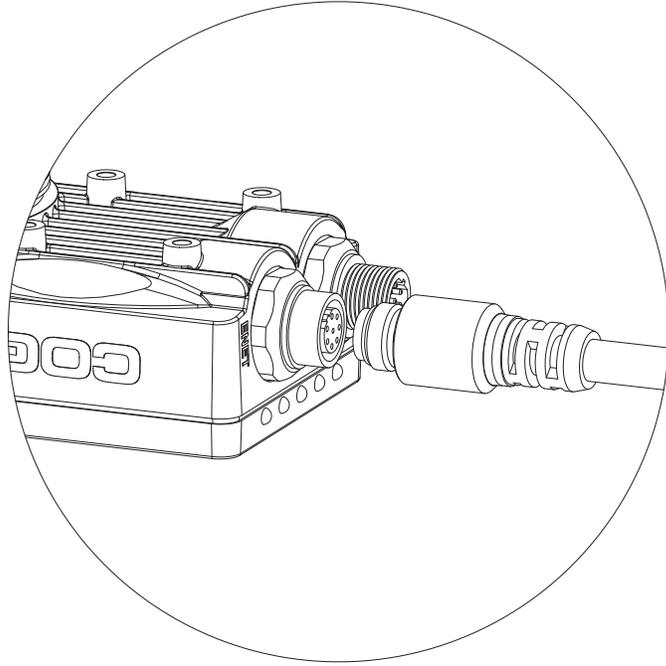

图 2-5：连接以太网电缆
1. 将以太网电缆的 M12 公连接器连接到视觉系统的 M12 ENET 母连接器（图 2-5）。